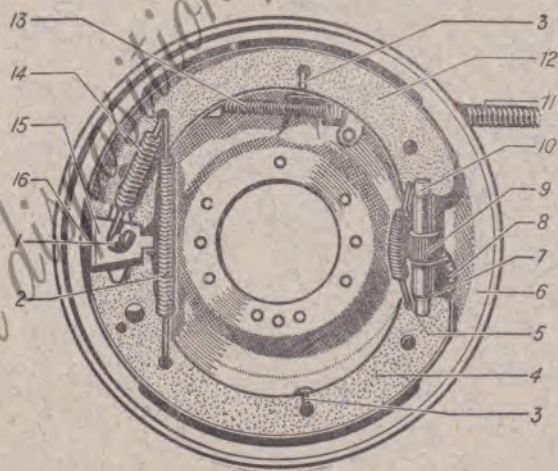

Fig. 3
a) Les roues et les tambours étant démontés, vérifier que les segments au repos reposent bien sur leurs points d'appui (fig. 3).